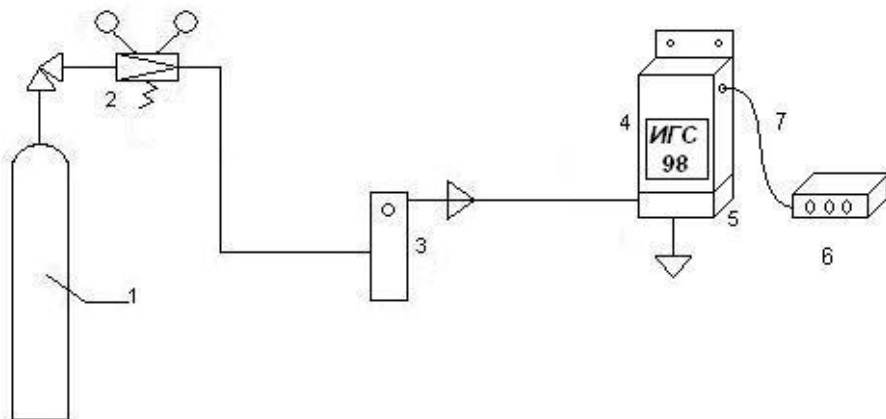

рис. 1. Принципиальная схема газовой установки для проверки стационарных ГС серии ИГС-98 от баллонов со сжатыми газовыми смесями ПГ-ГСО.
3.7.1. Поверку ГС на чувствительность к таким газам, как O_2 , CO , CO_2 , H_2 , CH_4 , C_3H_8 , производят на установке, представленной на рис. 1, с использованием сжатых аттестованных пневмогазовых смесей (ПГС-ГСО) в баллонах.